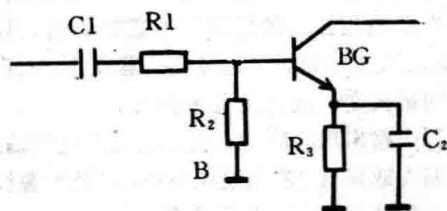

图 12
①在测量某点对地阻值时,如果被测点是晶体管或集成电路内部的PN结正向和反向电阻值不同导致万用表 $\oplus$ 、 $\ominus$ 极性交替接地时所测得的阻值是不同的。通常习惯于以负表笔接地时测得的电阻值为正向电阻值,正表笔接地时测得的电阻值为反向电阻值。
②测量点与电解电容器相并联的对地阻值时,其电阻值的读数应是在路放电结束后的稳定值。
③在路直接测量某一元器件的二端阻值时,应充分考虑电路其它元器件与被测元器件的串并联影响。举例说明,如图12所示,第一种情况,测R1
两端阻值,此时万用表的读数就是  $R_1$  的实际阻值(直读  $R_1$ )因为电路中有  $C_1$  隔离。第二种情况测  $R_2$  两端阻值,万用表读数应考虑  $R_3$  与晶体管发射结串联后对  $R_2$  并联的影响。如果电路中  $R_2 \ll R_3$ ,说明  $R_3$  与三极管 PN 结对  $R_2$  的并联影响很小,此时万用表读数基本上可认为就是  $R_2$  的阻值。反之,当  $R_2 \gg R_3$  或  $R_2$  与  $R_3$  阻值比较接近时,应考虑二种情况,一是当正表笔(万用表电池负极)接 A,负表笔(万用表电池正极)接地时(图 12 中 B 点),晶体管 PN 结处于反偏,可视为开路,故万用表的读数即可认为是  $R_2$  的实际阻值。二是当负表笔接 A,正表笔接 B 时,晶体管发射结处正偏状态(硅管几千欧、锗管几百欧),此时万用表的读数应是发射结电阻与  $R_3$  串联后对  $R_2$  并联后的读数。显而易见,如图 12 中对  $R_2$  在路电阻的正确测量方法应该是万用表的正表笔接 A,负表笔接 B。